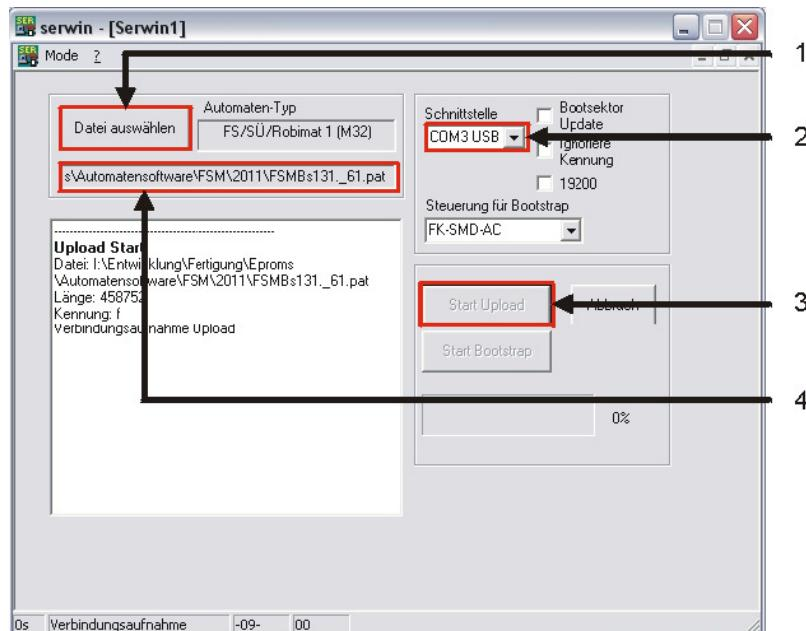

Abbildung 17
7. Starten Sie das Programm „serwin.exe“ (→ Abbildung 17) auf dem PC.